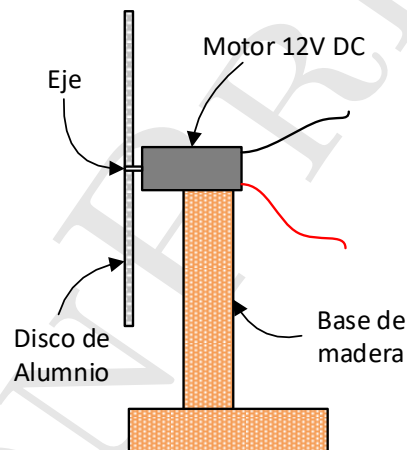

Figura 1: Bosquejo del experimento.
- Construir el soporte para el motor utilizando los bloques de madera y silicón para fijarlos. El experimento debe quedar como se muestra en la figura 1.